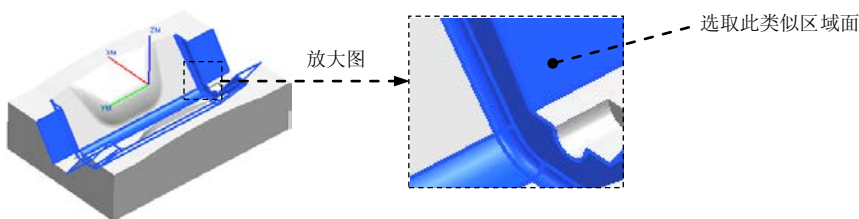

图 10.2.16 指定切削区域
Step2. 在绘图区中选取图 10.2.16 所示的切削区域, 单击 **确定** 按钮, 系统返回到“深度加工轮廓”对话框。